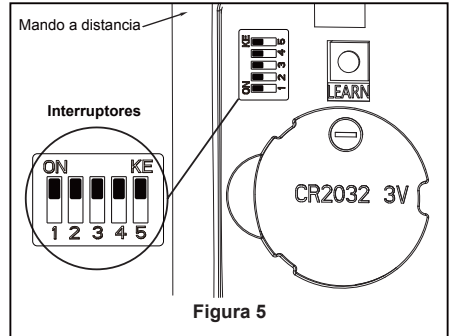

Figura 5
5. Para configurar el código del mando a distancia a las mismas posiciones que en el receptor. Mueva los interruptores de código hasta colocar el código de selección en la posición arriba o abajo. Con un destornillador pequeño o con una lapicera (no se incluye) deslice firmemente hacia arriba o hacia abajo. (Figura 5)